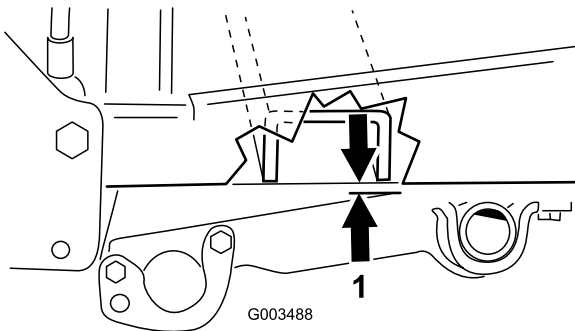

図 18
2. 図 18 に示されているように、トラクションユニットとフレームとピボットチューブ間の距離を測定する。